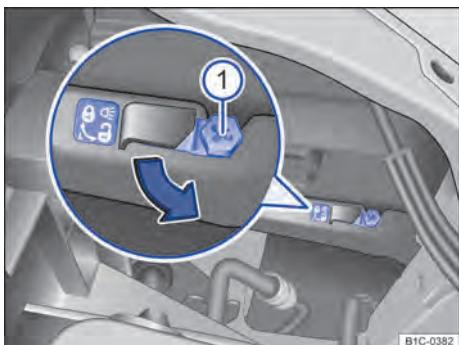

Fig. 183 No compartimento do motor: alavanca de destravamento do farol dianteiro esquerdo.
3. Destrarar a carcaça do farol. Para isso, enfiar a chave de fenda Phillips \Rightarrow Página 303 na alavanca de destravamento \Rightarrow Fig. 183 ①.
4. Girar a chave de fenda em aproximadamente 50° no sentido \Rightarrow Fig. 183 (seta), até que ressoe um ruído de "clique" (no farol esquerdo, no sentido anti-horário, no farol direito, no sentido horário).